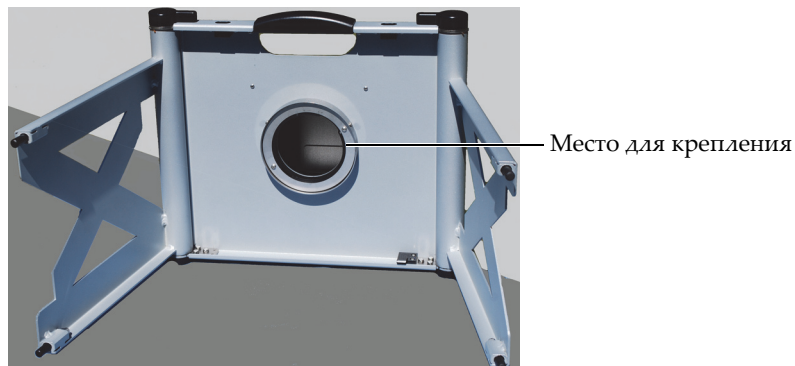

Рис. 5-3 Место крепления на тестовом стенде
2. Разместите тестовый стенд таким образом, чтобы вам было доступно место для крепления (см. Рис. 5-3 на стр. 9)